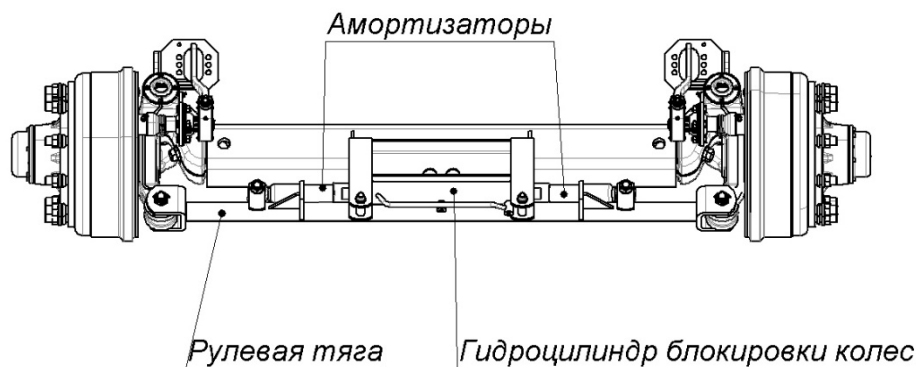

Рисунок 9.5 – Управляемая поворотная ось.
- Смазать направляющие шкворни через 250 часов (рисунок 9.5).